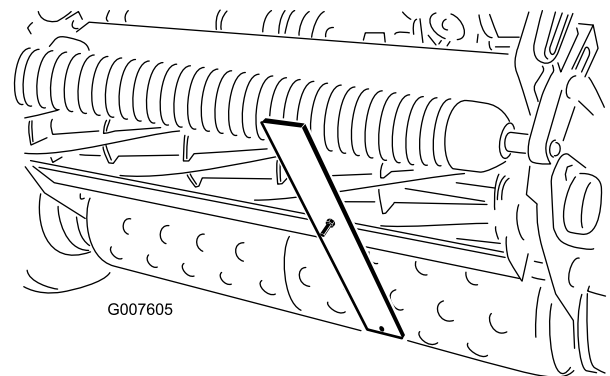

Bild 53
4. Haken Sie den Schraubenkopf an die Schnittkante des Untermessers ein, und stützen Sie das hintere Ende der Leiste auf der Heckrolle ab (Bild 53).